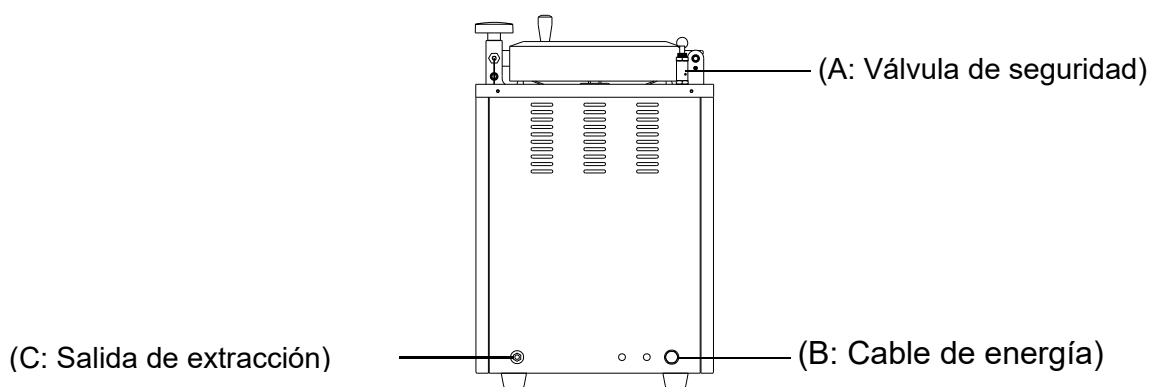

Figura 3
B. El agua de calentamiento se drena desde la cámara a través de esta salida. Conecte la manguera de extracción hasta donde indica "Exhaust (C)" -extracción- según se muestra en la Figura 3 para drenar el agua de calentamiento de acuerdo a la ley nacional local.